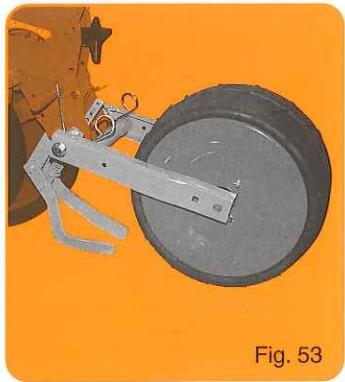

Fig. 53
- Bloc tasseuse autonettoyant 370x170 avec raclettes pour terres meubles (fig. 53).
- Selbstreinigende Andruckrollen 370 x 170 mit Abstreifer für schwere und nasse Böden (fig. 53)
- Self-cleaning 370x170 press wheels with scrapers for supple soils (fig. 53).
- Zelfreinigende farmflexwielen 370 x 170 met toestrikers (fig. 53)